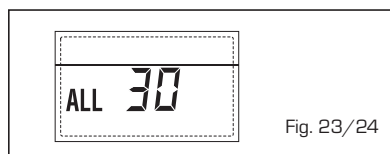

Fig. 23/24
- ANOMALÍA SONDA IMPULSIÓN CASCADA "ALL 31" (fig. 23/25)